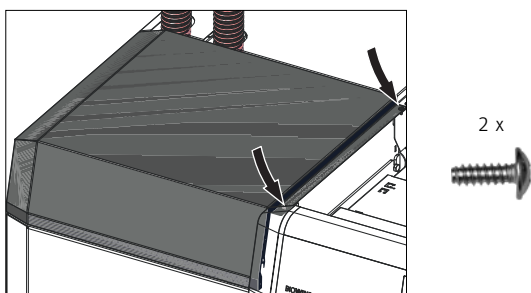

Fig. 118 Verkleidungsdeckel Vorratsbehälter vorne auflegen und mit 2 Blechschrauben befestigen
- ▶ Verkleidungsdeckel Vorratsbehälter vorne auf Kessel legen bzw. vorne einfädel und mit 2 Blechschrauben befestigen – Fig. 118.